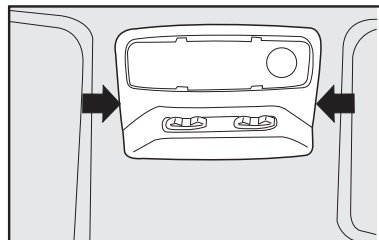

fig. 65
Algumas versões podem apresentar conjunto de luz interna como o representado na **fig. 65 e 66**;
- Com uma chave de fenda nos pontos indicados pelas setas remover o conjunto de luz interna montado a pressão pelas travas **fig. 65**;